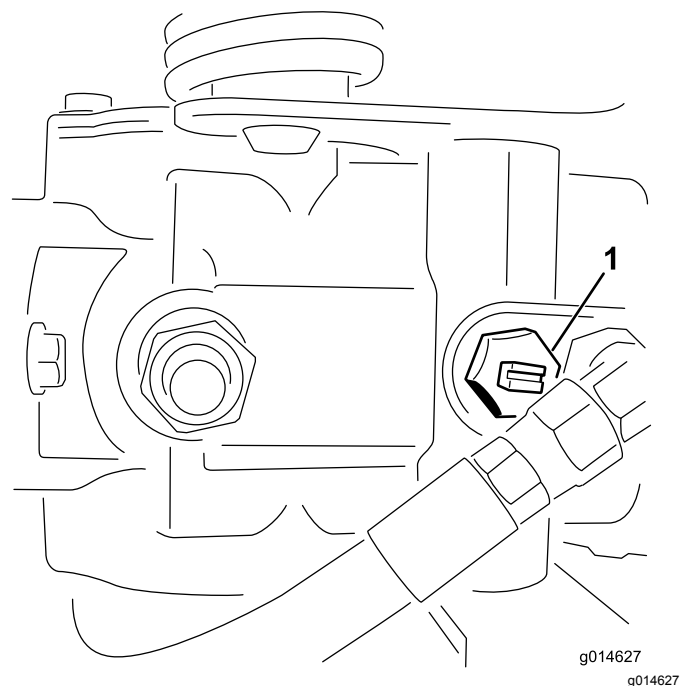

図 22
1. 油圧ポンプについているバイパスバルブ 図 22 の溝が「縦」になるようにバルブを回転させる。
2. エンジンを始動する時には、必ずバイパスバルブ 図 22 を閉じる溝が横向きになる。バルブを開けたままでエンジンを掛けないこと。